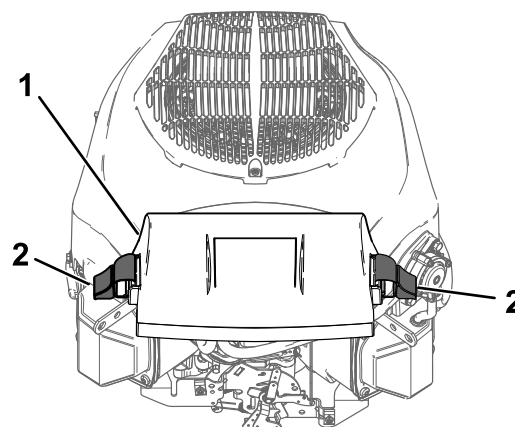

Figure 33
3. Posez le couvercle et fixez-le en place avec les attaches (Figure 33).